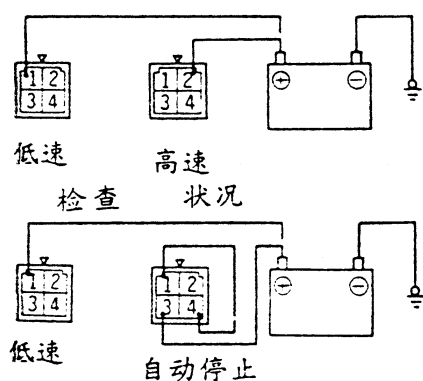

图 12-58 检查雨刷电机
(2)检查间歇式雨刷继电器的间歇操作。连接组合开关电线接头，转动点火开关至 ACC 位置。③当雨刷开关转至 INT 时，检查间歇操作时间。配置间歇雨刷控制车型快速为约 2s；慢速为约 15s。
(3) 检查雨刷电机。在拆下雨刷电机接头后检查雨刷电机，此时雨刷电机应装在车身上。按图 12-58 所示将蓄电池线连接至雨刷电线接头上并检查雨刷电机高低速作用情况以及雨刷电机停止位置。雨刷电机在低速运转时，将蓄电池线移开并使电机停止运转。检查雨刷电机在低速运转后，是否停在自动停止位置。